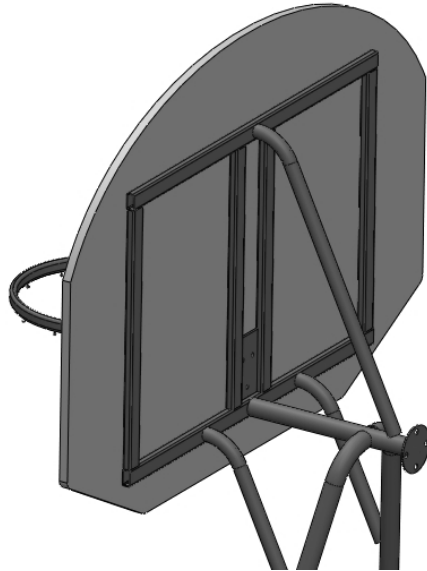

Рисунок 5
1. Прикрутить баскетбольный щит и кольцо к стойке болтами М6х50+шайба+гайка+колпачок (щит) и М10х45+шайба+гайка с пласт стопором+колпачок черный. (кольцо) (рис.5).